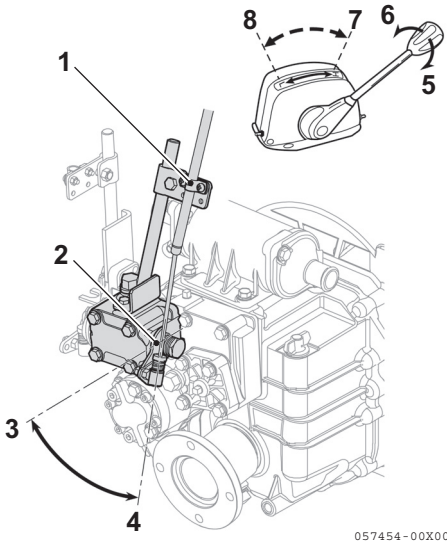

Figura 10
1. Asegúrese de que la palanca de curricán (**Figura 10, (2)**) está en la posición de alta velocidad (**Figura 10, (4)**) cuando la palanca de control remoto de curricán está en la posición de alta velocidad (**Figura 10, (7)**).
2. Asegúrese de que la palanca de curricán está en la posición de baja velocidad (**Figura 10, (3)**) cuando la palanca de control remoto de curricán está en la posición de baja velocidad (**Figura 10, (8)**).
3. Para ajustar, afloje el tornillo de ajuste del conector de cables (**Figura 10, (1)**) y ajuste la posición del cable.